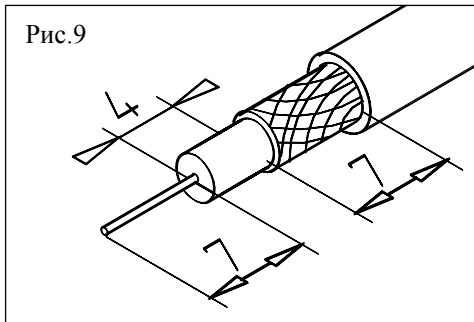

Рис.9
5.11. Отмерить кабель необходимой длины. Подготовить один конец кабеля согласно рис.9, на другой установить антенную вилку.